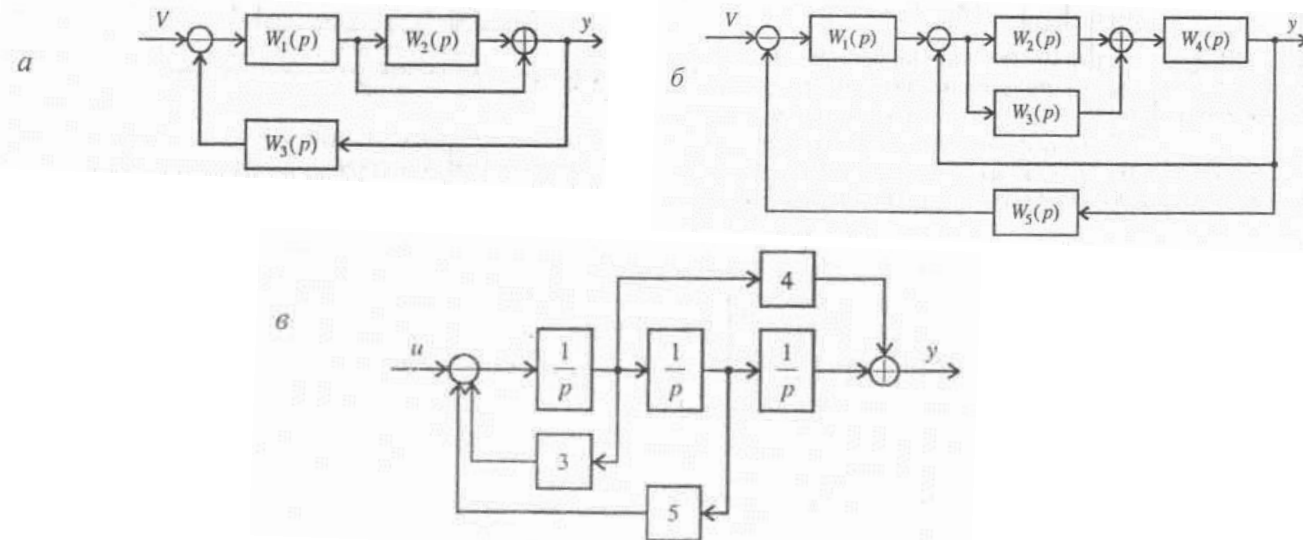

Рис.6.9. Структурные схемы к задаче.3
3. Определить передаточные функции систем, если их структурные схемы имеют вид, представленный на рис.6.9.